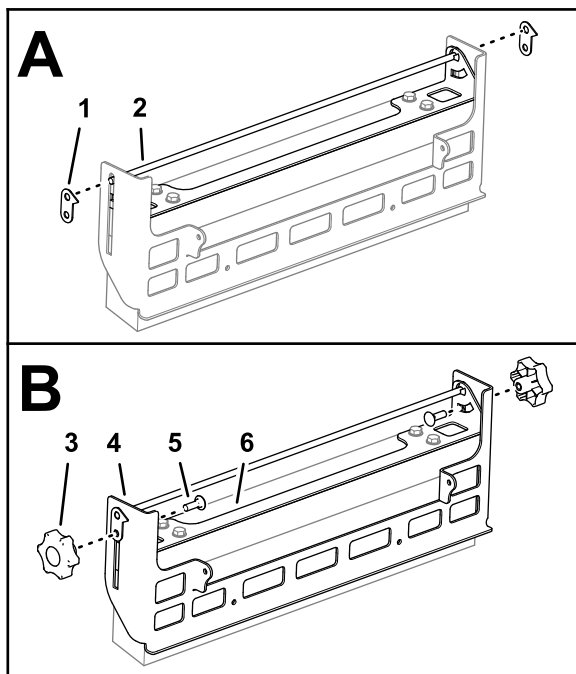

Figura 3
2. Montate una piastra altezza spazzola sull'estremità dell'asta della maniglia della staffa di regolazione della spazzola come mostrato nella Figura 3.
3. Inserite un bullone a testa tonda attraverso l'apertura della staffa di regolazione della spazzola, l'asola del supporto spazzola e il foro inferiore della piastra altezza spazzola (Figura 3).
4. Inserite una manopola sul bullone a testa tonda e serrate la manopola (Figura 3).